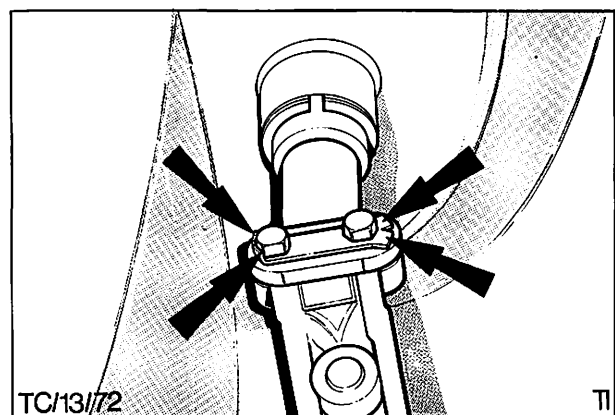

Abb. 11 Verbindungsgelenk an Lenkspindel montieren
33. Sicherungsblech an allen vier Ecken umbiegen. Abb. 11.